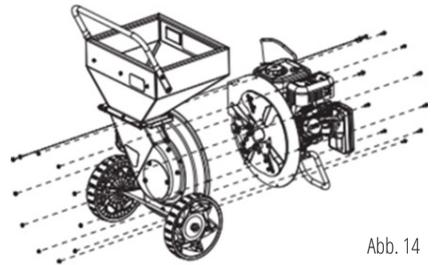

Abb. 14
2. Entfernen Sie das Rotorgehäuse und den Trichter von der Rotorplatte. SIEHE ABBILDUNG 14